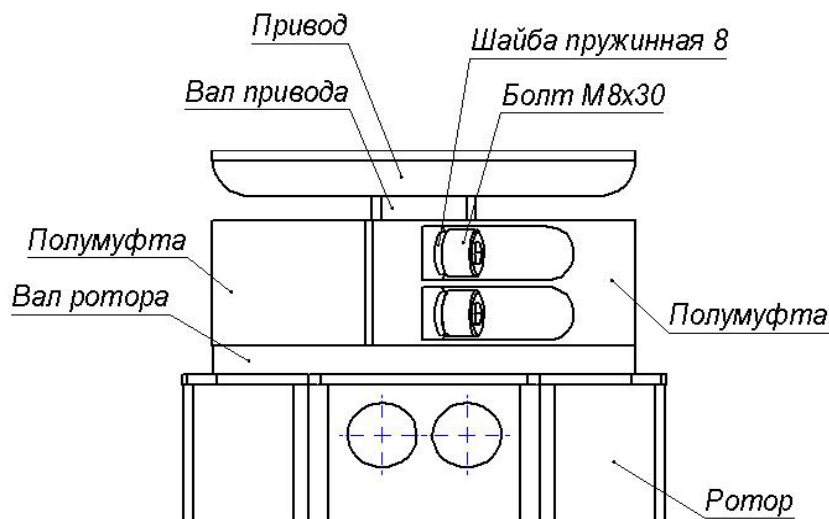

Рисунок 13 – Муфтовое соединение (16) вала привода исполнительного механизма с валом ротора (1)
Затем соедините вал ротора с валом исполнительного механизма посредством муфтового соединения (16), состоящего из двух полумуфт, используя четыре болта *M8x30* с пружинными шайбами 8 (см. рисунок 13).
8.2.23 Проверьте вертикальность положения ротора с помощью уровня. При необходимости устраните отклонения от вертикальности путём смещения в пределах допуска монтажных отверстий нижнего узла вращения (5), листа (12) и балки (13). Окончательно затяните болты и винты креплений указанных элементов турникета.
- откройте ключом замок (15) балки привода (13), приподнимите кожух (14) и снимите его с балки привода;
- установите кожух балки привода в рабочее положение и закройте замок (15);
- придерживая полумуфты, отверните болты муфтового соединения (16) и снимите полумуфты (рисунок 13);
- аккуратно приподнимая, снимите ротор (1) с нижнего узла вращения (5), с небольшим наклоном выведите его из турникета и положите на устойчивую поверхность;